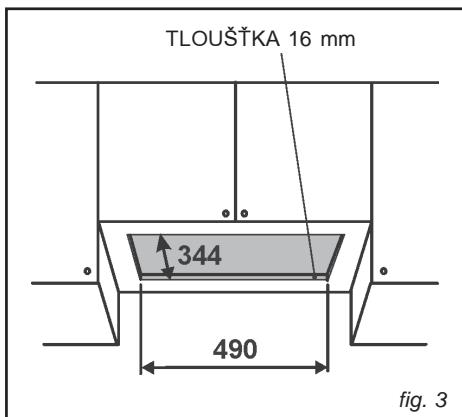

fig. 3
- Do dna závesné skříně z kuchyňské linky vytvořte otvor nezbytný k usazení zařízení. (Fig. 3). Spodní deska závesné skříně musí mít tloušťku 16 mm.